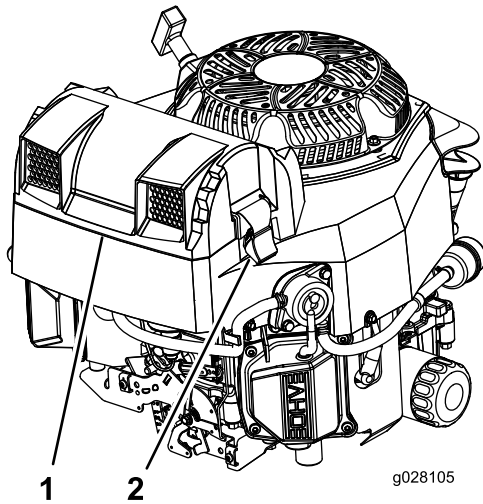

Figura 58
2. Retire la tapa para tener acceso a los elementos del limpiador de aire (Figura 58).
3. Instale la tapa y sujétela con los enganches (Figura 58).